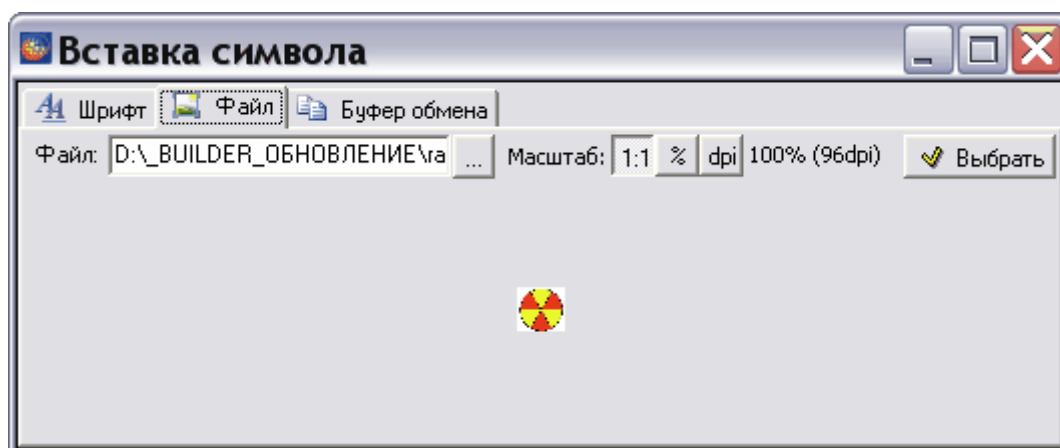

Рис. 3.174
6. После открытия файла в окне **Вставка символа** появится изображение символа (Рис. 3.174). Инструменты данной вкладки аналогичны рассмотренным ранее в подразделе «Инструмент «Вставка символа»» раздела 3.3.1.